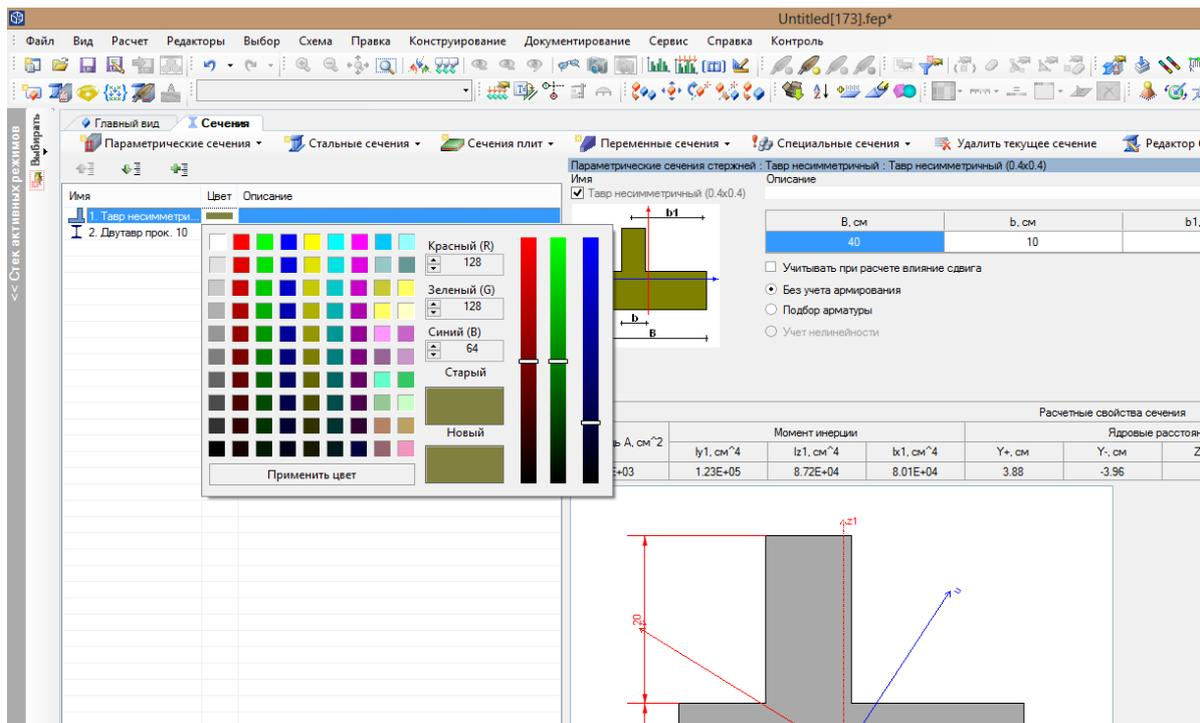

Рисунок 2.303 Редактирование таблицы жесткостей элементов
2. **Цвет** – выбирается щелчком мыши в поле ввода **Цвет** (рисунок 2.303);